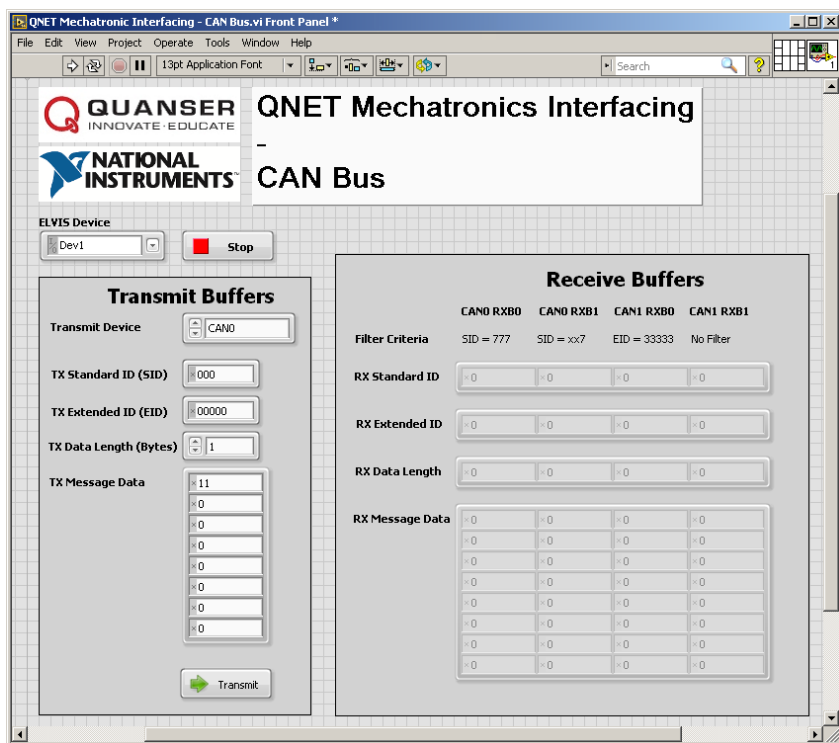

Рис. 2.15. Виртуальный инструмент для работы с сетью CAN
2. Убедитесь, что выбрано правильное устройство ELVIS (рис. 2.15).